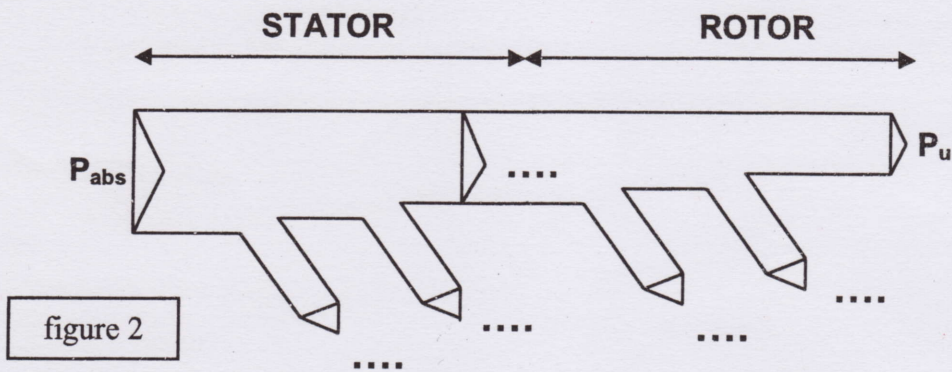

figure 2
Le schéma du doseur alvéolaire à axe horizontal à rotation continue est représenté sur la figure 2. Cette solution consiste à présenter sous une bouche d'alimentation, une série de chambres qui se remplissent tout en avançant dans un mouvement continu.
2.1. Compléter l'arbre des puissances représenté figure 2 du document réponse 1 page 7 en précisant la nature des différentes puissances.